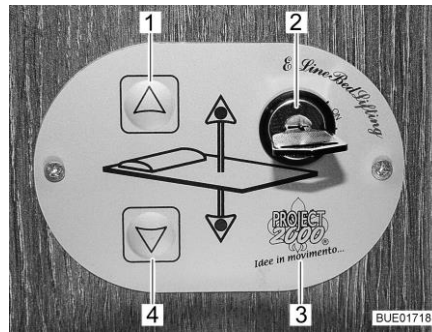

Bild 139 Kontrollenhet
Med knapparna (Bild 139,1 och 4) på kontrollenheten (Bild 139,3) sänks och lyfts den höjbara sängen. Med nyckelbrytaren (Bild 139,2) säkras kontrollenheten mot obehörig användning.
- Vrid nyckeln i nyckelbrytaren (Bild 139,2) 90° medurs på ställningen "On". Kontrollenheten (Bild 139,3) är aktiverad.
- Tryck på pilknappen (Bild 139,4) och håll den så länge intryckt till den höjbara sängen sänks ned till önskad position.
- Tryck på pilknappen (Bild 139,1) och håll den så länge intryckt till den höjbara sängen lyfts fram till gränsställningen.
Nöddrift Om den höjbara sängen inte längre går att flytta med pilknapparna (Bild 139,1 och 4) kontrollera först säkringarna (se avsnitt 9.10.1). Om säkringarna är ok och den höjbara sängen ändå inte går att flytta, kan den höjbara sängen manövreras manuellt.